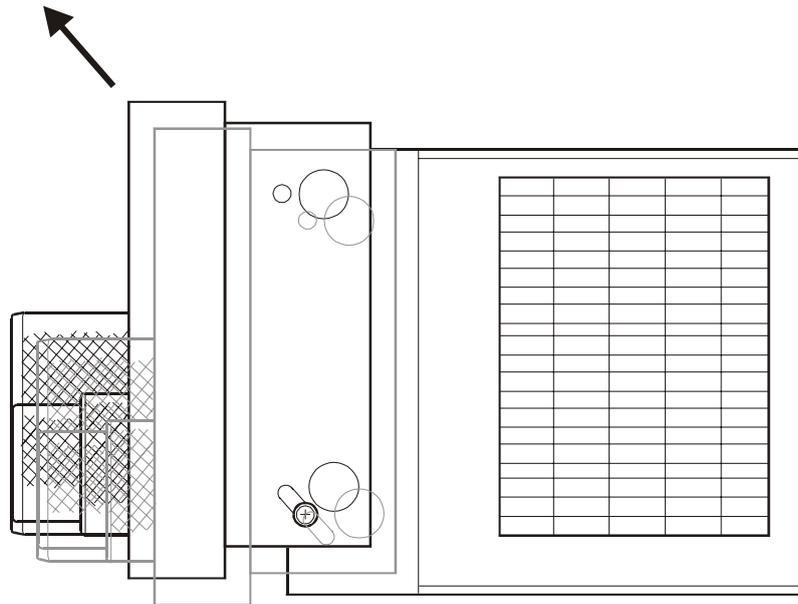

Figure 4
6. En se référant à la figure 4 faites glisser la face avant en diagonale, puis pivoter la face avant pour avoir un accès direct à la platine de commande juste derrière elle.